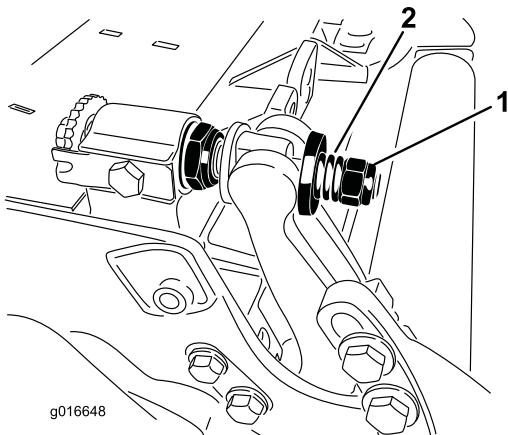

Figura 31
- Aperte as porcas de bloqueio, de forma igual em cada lado, até que não consiga rodar as anilhas de aço à mão. Em seguida, desaperte as porcas de bloqueio até que as arruelas de aço exteriores possam ser rodadas à mão, e a folga da barra de suporte seja removida. (Figura 31).
10. Aperte a porca em cada conjunto de ajustador da barra de apoio até que a mola de compressão esteja totalmente comprimida e, em seguida, desaperte a porca 1/2 volta (Figura 31).